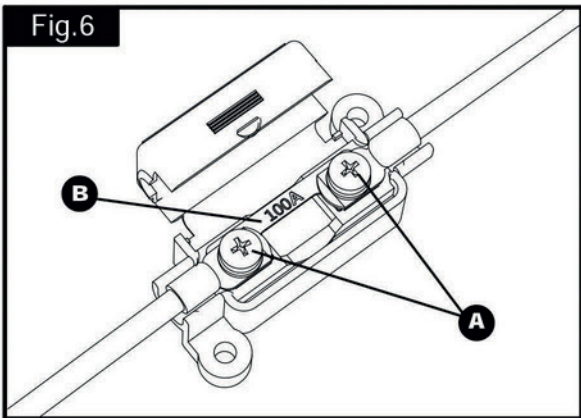

Fig.3
Das Steuergerät (32), welche innerhalb Ihres Wohnwagens angebracht ist, ist für die Kontrolle der Rangierhilfe verantwortlich. Das Steuergerät hat drei LEDs, einen Druckknopf und einen Schiebeschalter (Abb. 3):